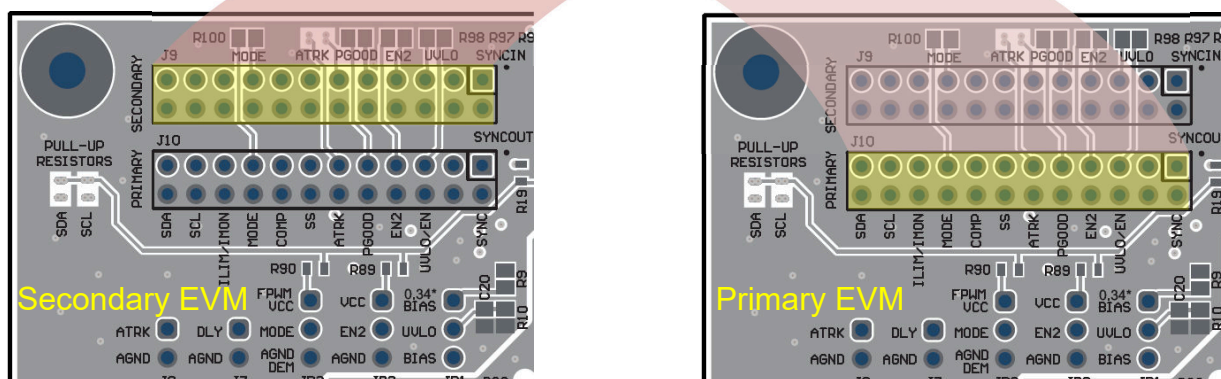

图 3-2. 使用带状电缆连接主 EVM 和辅助 EVM
2. 使用带状电缆连接主 EVM 的 J10 和辅助 EVM 的 J9。请参阅图 3-2。